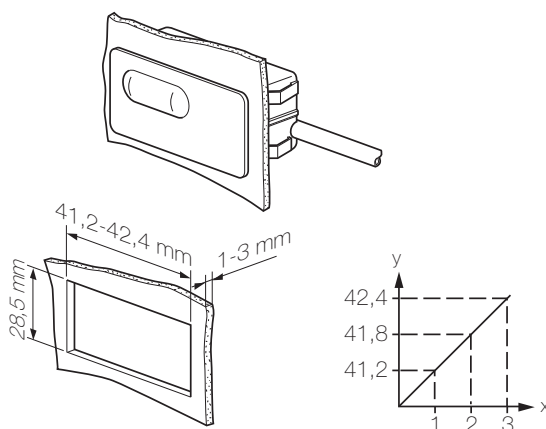

fig. 57 Montage encastré
- Préparez la découpe pour la cellule IR (pour les cotes standard pour le montage et la fixation encliquetable, voir la fig. 57). Selon l'épaisseur de tôle x (1...3 mm) dans laquelle la cellule IR doit être montée, la longueur de la découpe y varie entre 41,2 et 42,4 mm (voir fig. 57).